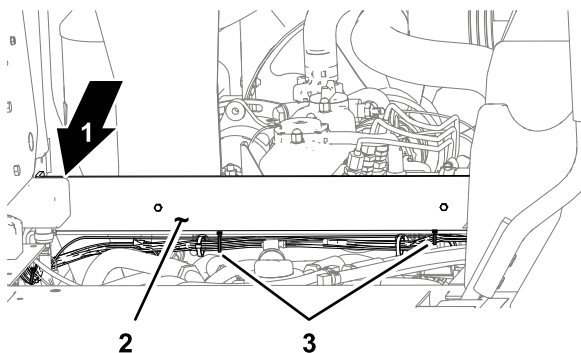

Figura 18
2. Sob o canal transversal, fixe a cablagem da alimentação à cablagem da máquina com duas braçadeiras de cabos, conforme ilustrado na Figura 18.